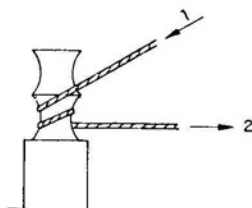

Fig. T6-2
5.ª Sale la cuerda de la rueda y se dirige al canal interno del eje sujeto a la chapa del cuadrante, donde da dos vueltas y sale según la flecha 2 (ver la figura T6-2).